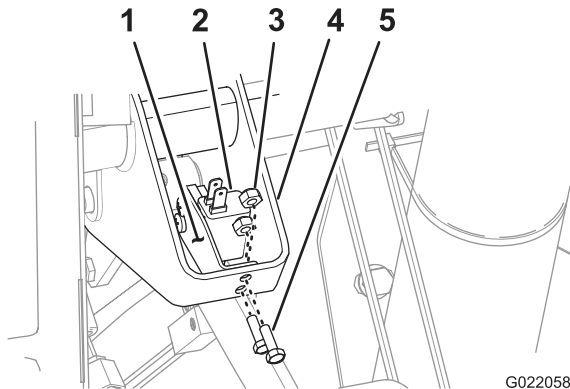

図 4
4. スイッチブラケットとスイッチとを、クラッチペダルのサポートブラケットの前側に合わせる (図 4)。
5. スイッチブラケットの穴を、先ほどサポートブラケットに開けた穴にあわせる (図 4)。
6. クラッチペダル用のサポートブラケットにスイッチブラケットを固定する；ボルト2本とロックナット2個を使用する (図 4)。